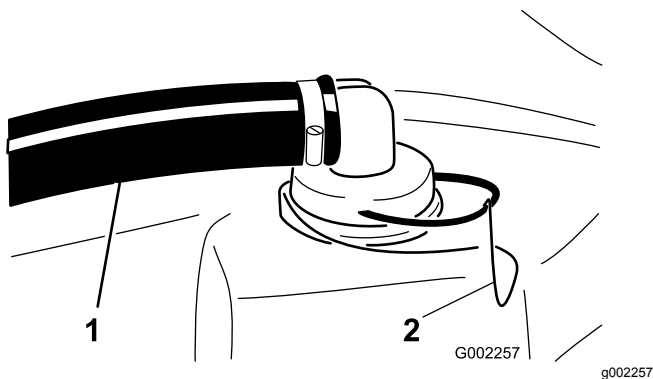

Figura 68
2. Retire el dispositivo de sujeción del dispositivo rojo sujeto a la manguera grande en la parte superior del depósito (Figura 68).
3. Desconecte la manguera del depósito (Figura 68).